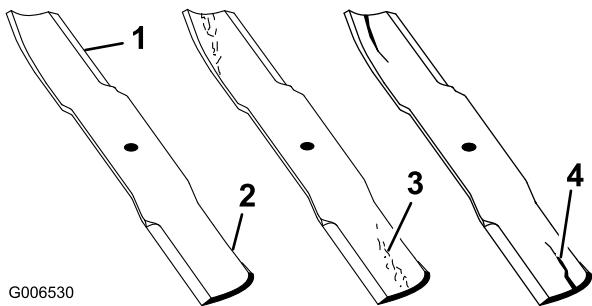

Bild 100
- Prüfen Sie die Schnittkanten des Messers sorgfältig, insbesondere dort, wo die geraden Flächen die gebogenen berühren, siehe Bild 100.
**Hinweis:** Da Sand und anderes reibendes Material das Metall abschleifen kann, das die flachen und die gebogenen Teile verbindet, müssen Sie das Messer vor jedem Einsatz des Rasenmähers prüfen. Wenn Sie Abnutzungen feststellen, sollten Sie das Messer auswechseln (Bild 100).